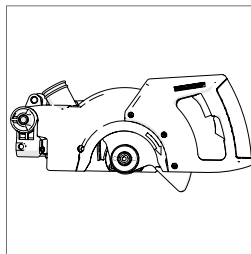

Fig. 1c
- Capătul de tăiere în poziție de blocare. **(Fig. 1c)**